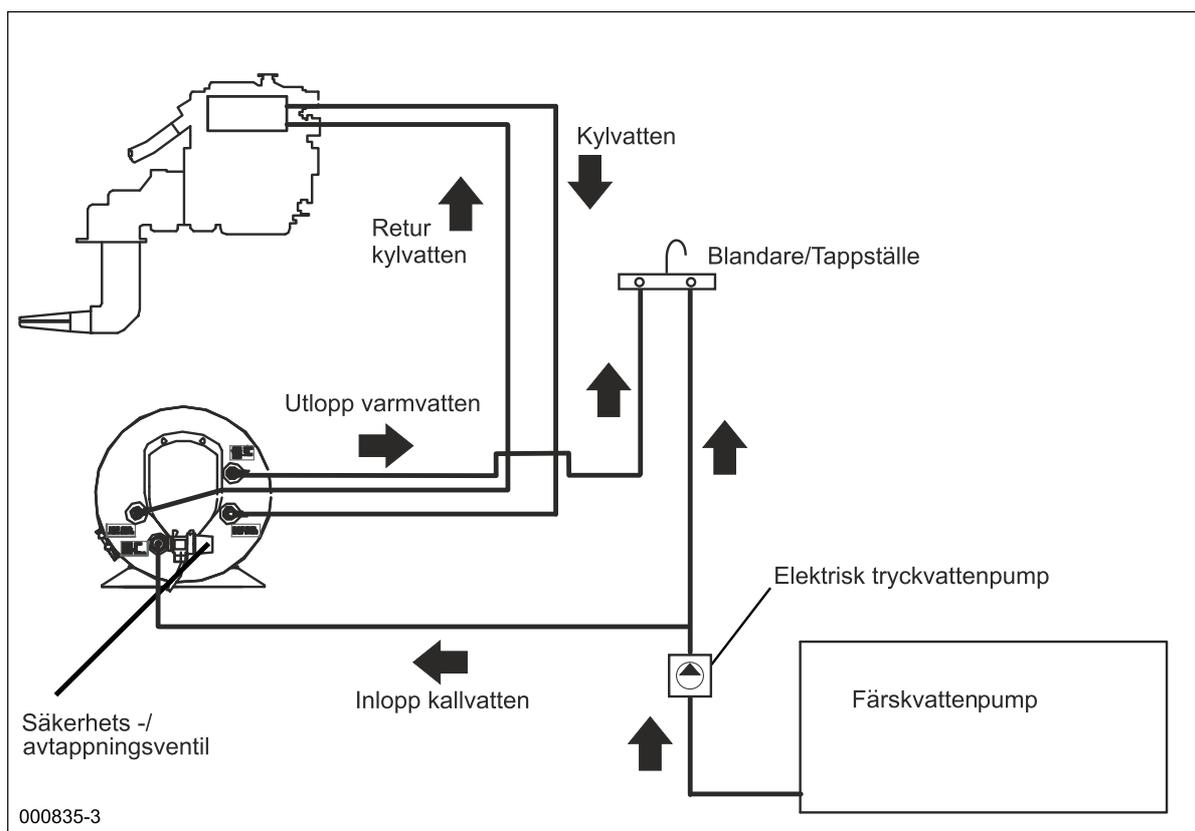

Fig. 1
Varmvattenberedaren kan monteras var som helst i båten så länge den sitter monterad så att motorvattenslingan inte hamnar över nivån på motorns expansionskärl. (Fig. 1). Det är en fördel att hålla slangarna mellan motorn och beredaren så korta som möjligt för lägsta värmeförlust och minsta strömingsmotstånd. Varmvattenberedarens värmeväxlare kan anslutas antingen parallellt eller i serie med motorns kylvattenkrets. Valet avgörs av hur motortillverkaren anger att beredaren ska anslutas.
4.3 Motoranslutningar (se anslutningsschema, fig. 1): Beredarna är avsedda att anslutas till färskvattenkylda motorer.
4.4 Anslutning färskvatten (se anslutningsschema, fig 1): Beredaren är avsedd att kopplas in så att den förses med färskvatten av en elektrisk tryckvattenpump från vattentanken. Den elektriska vattentanken får ge max. 3,8 bar tryck, 2,9 bar för Slim Square, där en flermembranpump ger jämnare flöde och mindre tryckstötter. Vid högre tryck kommer säkerhetsventilen eventuellt att lösa ut vid 7,0 bar respektive 5,5 bar, vid uppvärmning av vattnet.